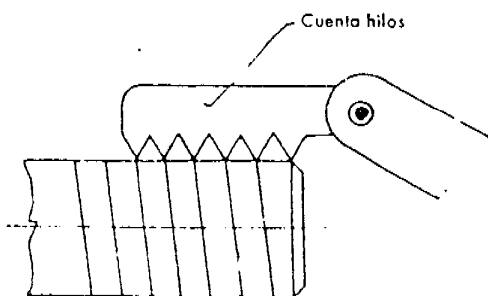
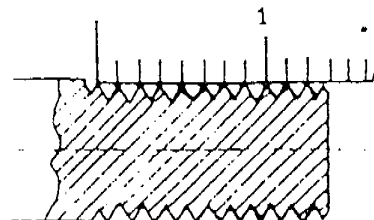

Figura 4
Figura 5
- e. Maniobre la palanca para el avance de roscar y deje que la herramienta marque unos diez filetes ( Figura 4 ).
- g. Verifique el paso obtenido con ayuda de un cuenta hilos ( Figura 4 ) o una regla graduada ( Figura 5 ).